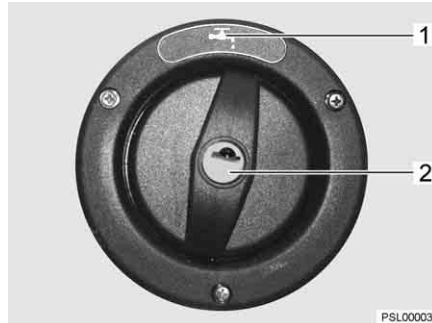

Bild 231 Lock för påfyllningsöppningen för dricksvatten
Påfyllningsöppningen för dricksvatten är märkt med symbolen  (Bild 231,1). Locket låses och låses upp med nyckeln till de utvändiga låsen (utvändiga luckorna).
- Stick in nyckeln i låscylindern (Bild 231,2) och vrid ett kvarts varv moturs.